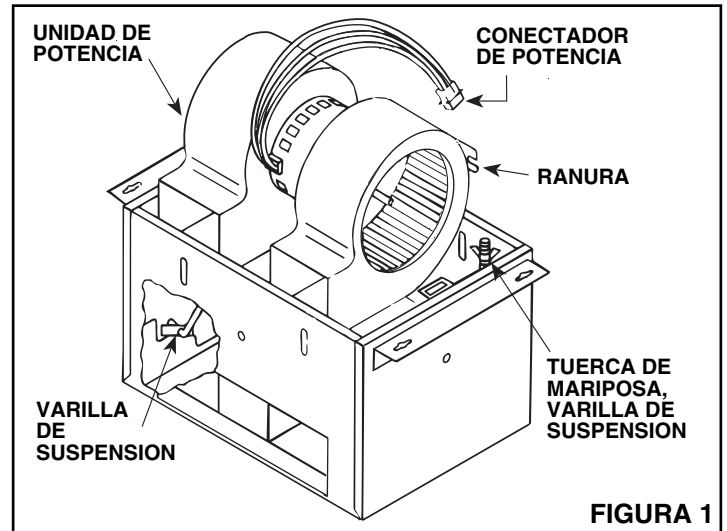

FIGURA 1
- Refiérase a la Figura 1.** Quite la unidad de potencia del conjunto de la caja.